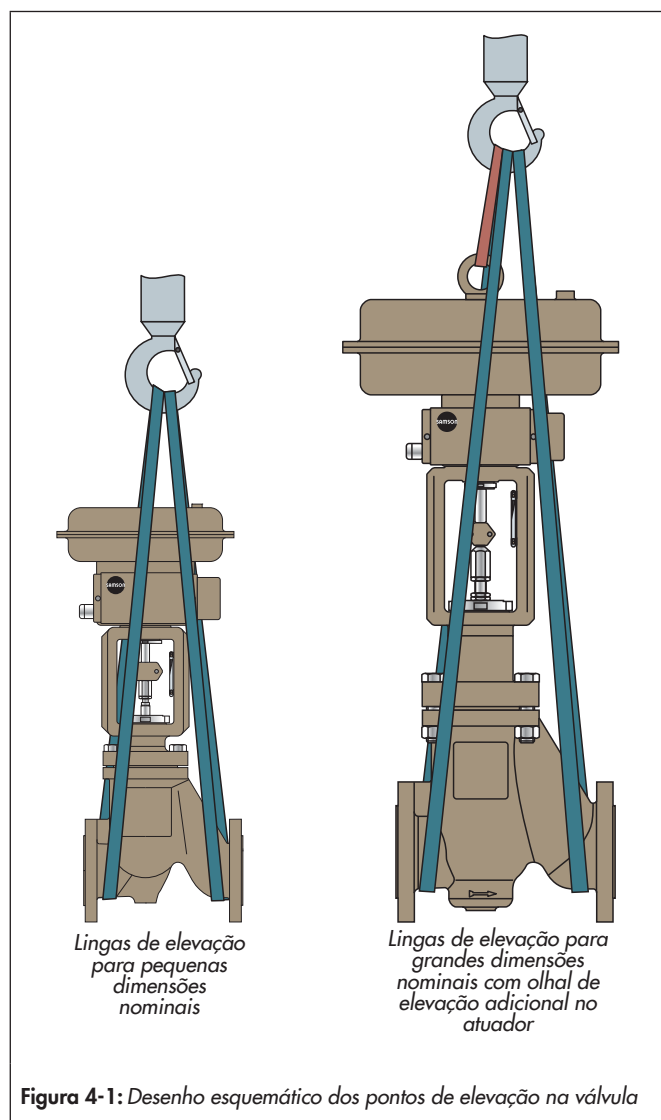

Figura 4-1: Desenho esquemático dos pontos de elevação na válvula
- ⇒ Utilizar um gancho com fecho de segurança como dispositivo de suspensão para que as lingas não possam deslizar do gancho durante a elevação e o transporte, ver Figura 4-1.
- ⇒ Fixar uma linga de elevação a cada um dos flanges do corpo e ao dispositivo de suspensão (p. ex., gancho) da grua ou empilhador, ver Figura 4-1.